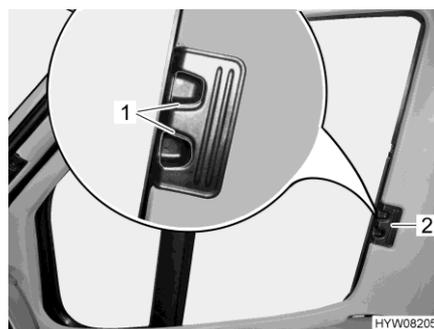

Fig. 25 Dispositif occultant plissé (fenêtre côté conducteur/passager)
- Presser les poignées de déverrouillage (Fig. 25,1) et les maintenir pressées.
- Tirer les dispositifs occultants plissés pour les fenêtres côté conducteur et côté passager par la poignée (Fig. 25,2) vers l'autre côté de la fenêtre et les rassembler au niveau de la piste magnétique.
- Pousser les dispositifs occultants plissés pour les fenêtres côté conducteur et côté passager jusqu'à la butée au niveau de la poignée (Fig. 25,2).
- Lâcher les poignées de déverrouillage (Fig. 25,1) et les faire s'enclencher.